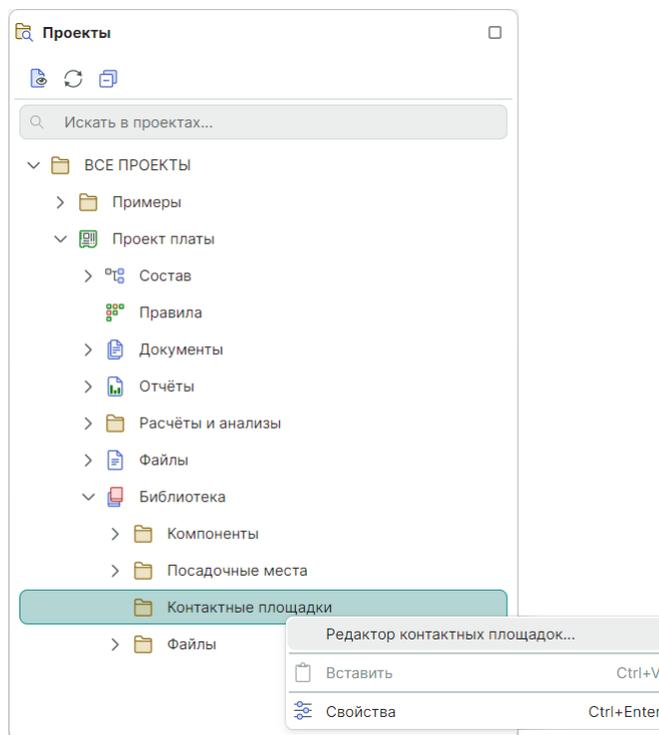

Рис. 190 Вызов редактора контактных площадок для проекта
3. Вызовите контекстное меню и воспользуйтесь пунктом «Редактор контактных площадок», см. Рис. 190.